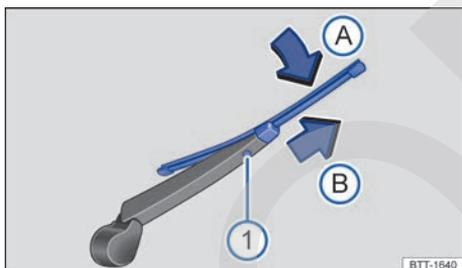

Fig. 227 Passat Variant: cambio de la escobilla limpiacristales de la luneta.
- Mantenga pulsada la tecla de desbloqueo → fig. 227 ①.
- Doble la escobilla en dirección al brazo del limpiacristales → fig. 227 (flecha A) y tire al mismo tiempo en el sentido de la flecha B). Es probable que tenga que emplear bastante fuerza.
- Inserte una escobilla nueva de la **misma longitud y tipo** en el brazo del limpiacristales en el sentido contrario al de la flecha → fig. 227 (B) hasta que encastre. Para ello la escobilla debe estar doblada → fig. 227 (flecha A).